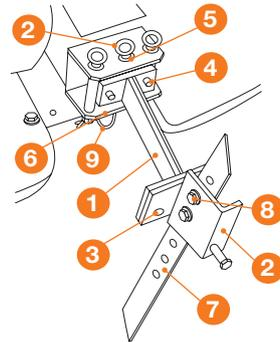

Рис. 6
- Установите крепление сошника **1** в заднюю сцепку культиватора, совместив отверстие сошника **5** с отверстием на задней сцепке с помощью металлического пальца **6** со шплинтом **9** (Рис. 6).
- Открутите крепежные элементы **8** (Рис. 6).
- Зафиксируйте сошник, закрутив крепежные элементы **8** (Рис. 6). Правильная регулировка зависит от почвы.